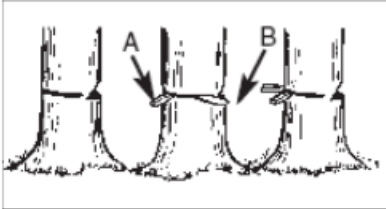

Fig 10c
Utilizzare cunei di legno o di plastica (A) per evitare che la barra o la catena (B) si incastrino nel taglio. I cunei controllano anche la caduta (Fig. 10c).